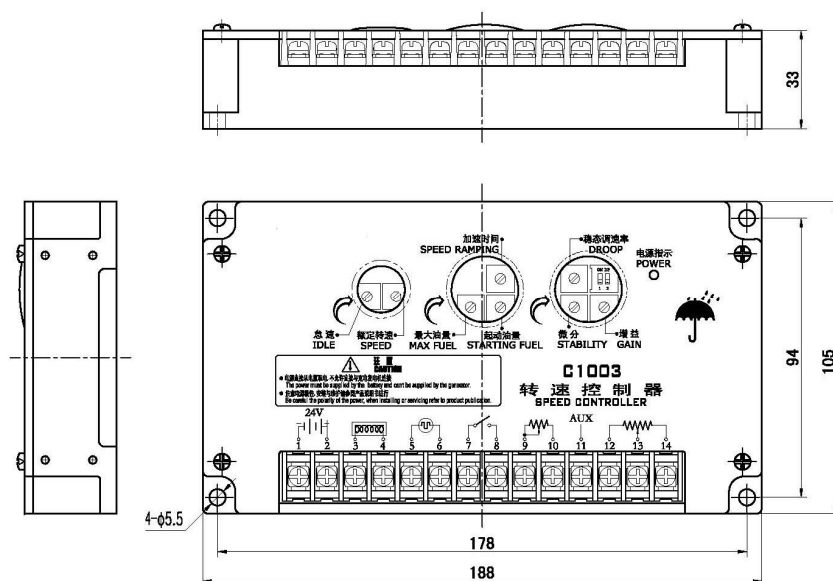

图 2.2 C1003 转速控制器外形及安装尺寸
2.1.4 C1003 转速控制器外形及安装尺寸(如图 2.2 所示)